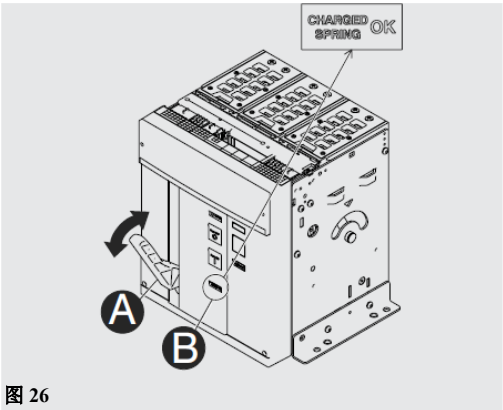

图 26
- 2. 弹簧储能-上下反复扳动杠杆 [A] 直到弹簧储能指示器 [B] 变“yellow - CHARGEDSPRING”如图 26 所示。